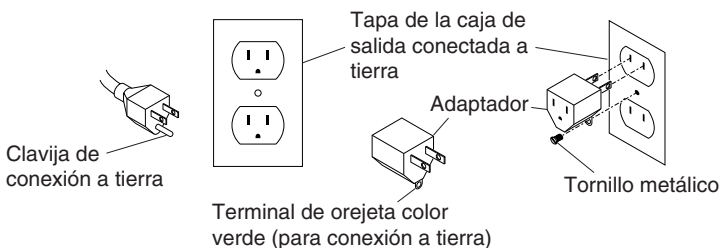

Figura 1
4. Asegúrese que mientras la use la herramienta esté conectada a tierra. Esto protegerá al operador de sacudidas eléctricas. Esta herramienta tiene un cordón de tres conductores y un enchufe de tres espigas para conexión a tierra. Conecte la herramienta sólo en un tomacorriente para tres espigas conectado a tierra. El conductor verde (o verde amarillo) del cordón es el conductor para conexión a tierra. Nunca conecte el conductor de tierra a un terminal vivo Si tiene un tomacorriente para dos espigas use un adaptador (vea la Figura 1). Conecte el terminal de orejeta de color verde (que se extiende del adaptador) a una tierra permanente. Puede conectar el terminal de orejeta a una caja de salida conectada correctamente a tierra usando el tornillo metálico (vea la Figura 1).